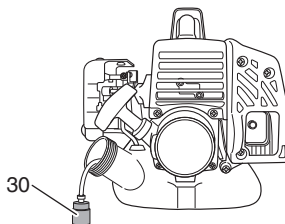

Fig. 25
**Filtre à carburant (Fig. 25)**